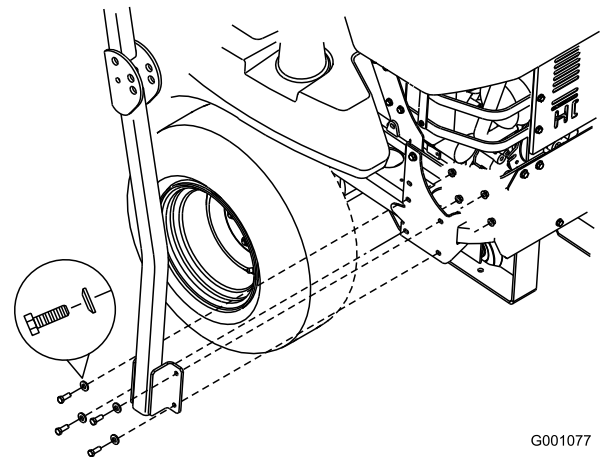

Figure 1
- Fixez légèrement les parties gauche et droite de l'arceau de sécurité au cadre au moyen de 8 boulons (3/8 x 1 pouce), 8 rondelles bombées et 8 écrous à embase (3/8 pouce)(Figure 1).
- Déposez le ROPS existant du cadre de la machine et mettez-le au rebut (Figure 1).